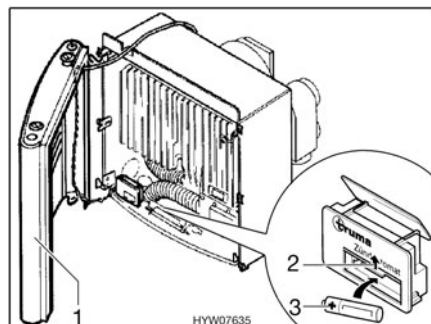

Fig. 114 Calefacción abierta
- Colocar a un lado el revestimiento (Fig. 114,1) para que no se tenga que desenchufar el cable de conexión del ventilador de aire caliente y de la lámpara de control de encendido.
- Empujar hacia arriba la tapa del compartimento de las pilas en el dispositivo automático de encendido (Fig. 114,2).
- Colocar una pila nueva (Fig. 114,3) del mismo tipo con la polarización correcta (+/-) en el compartimento de las pilas en el dispositivo automático de encendido. Utilizar únicamente pilas Mignon resistentes a la temperatura (+70 °C) y protegidas contra derrames.